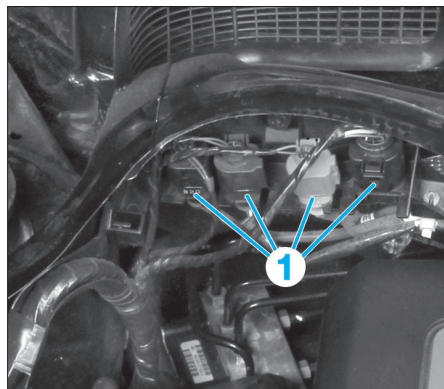

FIG. 138
- les connecteurs (1) (Fig.138),